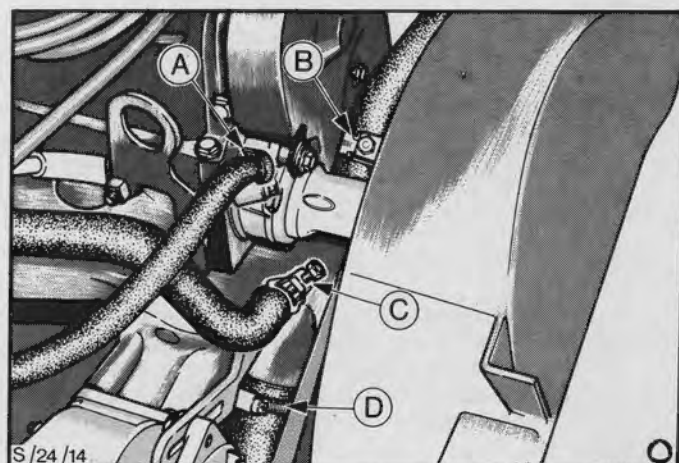
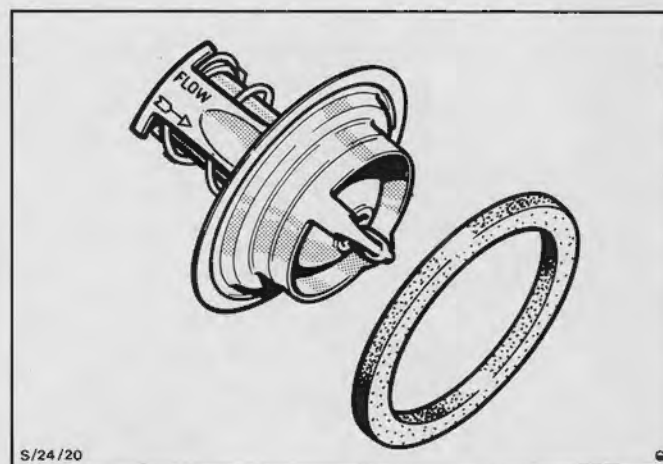

Fig.40. Vandafgangs- og slangeforbindelser
Fig.41. Termostat og tætningsring
4. Afmonter studsens to bolte, og tag studsens af, Fig.40. Lirk holdeklemmen ud og tag termostaten og tætningsringen ud af huset, Fig.41.